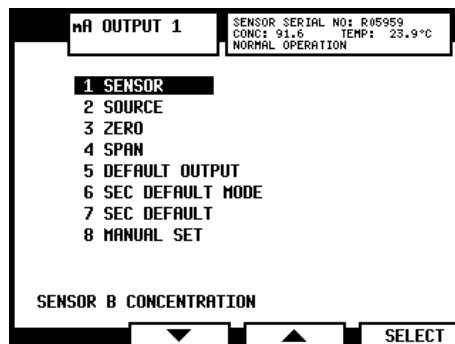

Figura 6.6 O menu de saída para Saída de mA 1
- Selecione o mA OUTPUT (*Saída de mA*, 1 ou 2, adquirir no OUTPUT (*Saída*) menu (Figura 6.6 abaixo) onde a saída pode ser configurada.
Observação: a campo na parte inferior do display de menu de saída analógica indica a configuração correspondente ao saída de mA selecionada, i.e., na Figura 6.6 a Saída de mA 1 foi configurada para enviar a concentração que se lê do Sensor B.